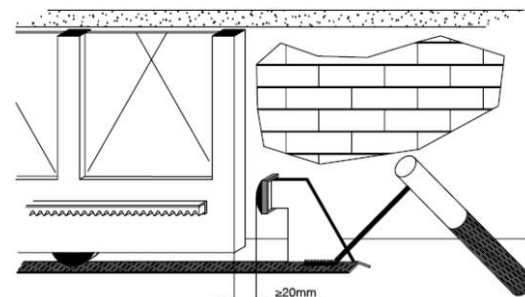

рис. 13
**ПРИМЕЧАНИЕ:** створка должна иметь механические стопоры на открывание и закрывание, которые не давали бы возможности створке съехать с направляющей (рис. 13). Эти механические упоры должны устанавливаться очень прочно в нескольких сантиметрах от точки останова по эл. концевикам.